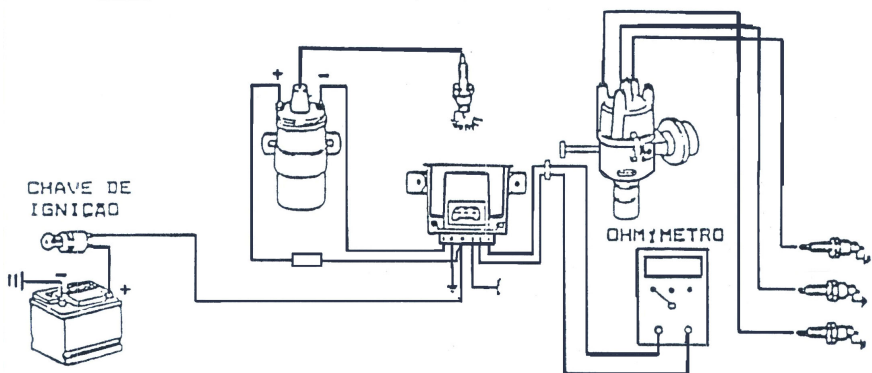

Fig.12
- A. Desligue o cabo central da bobina de ignição e em seu lugar instale um cabo secundário com uma vela na extremidade (fig.12);